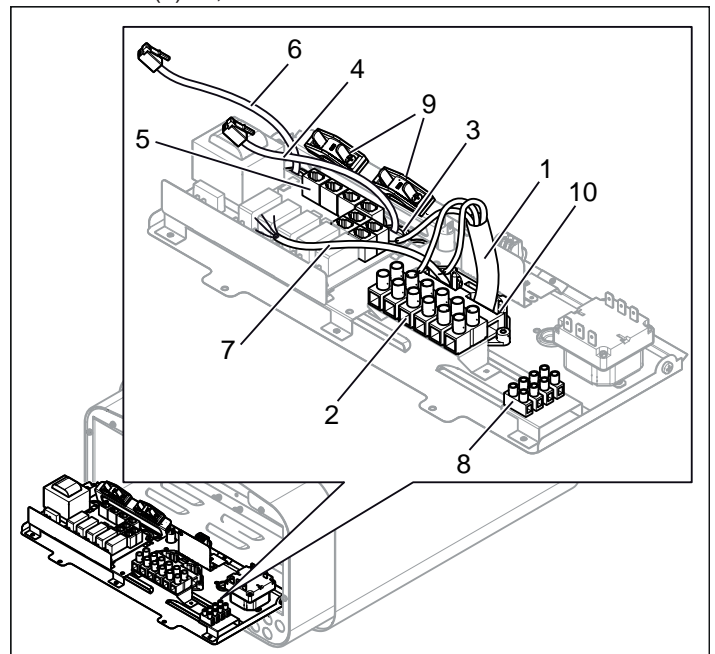
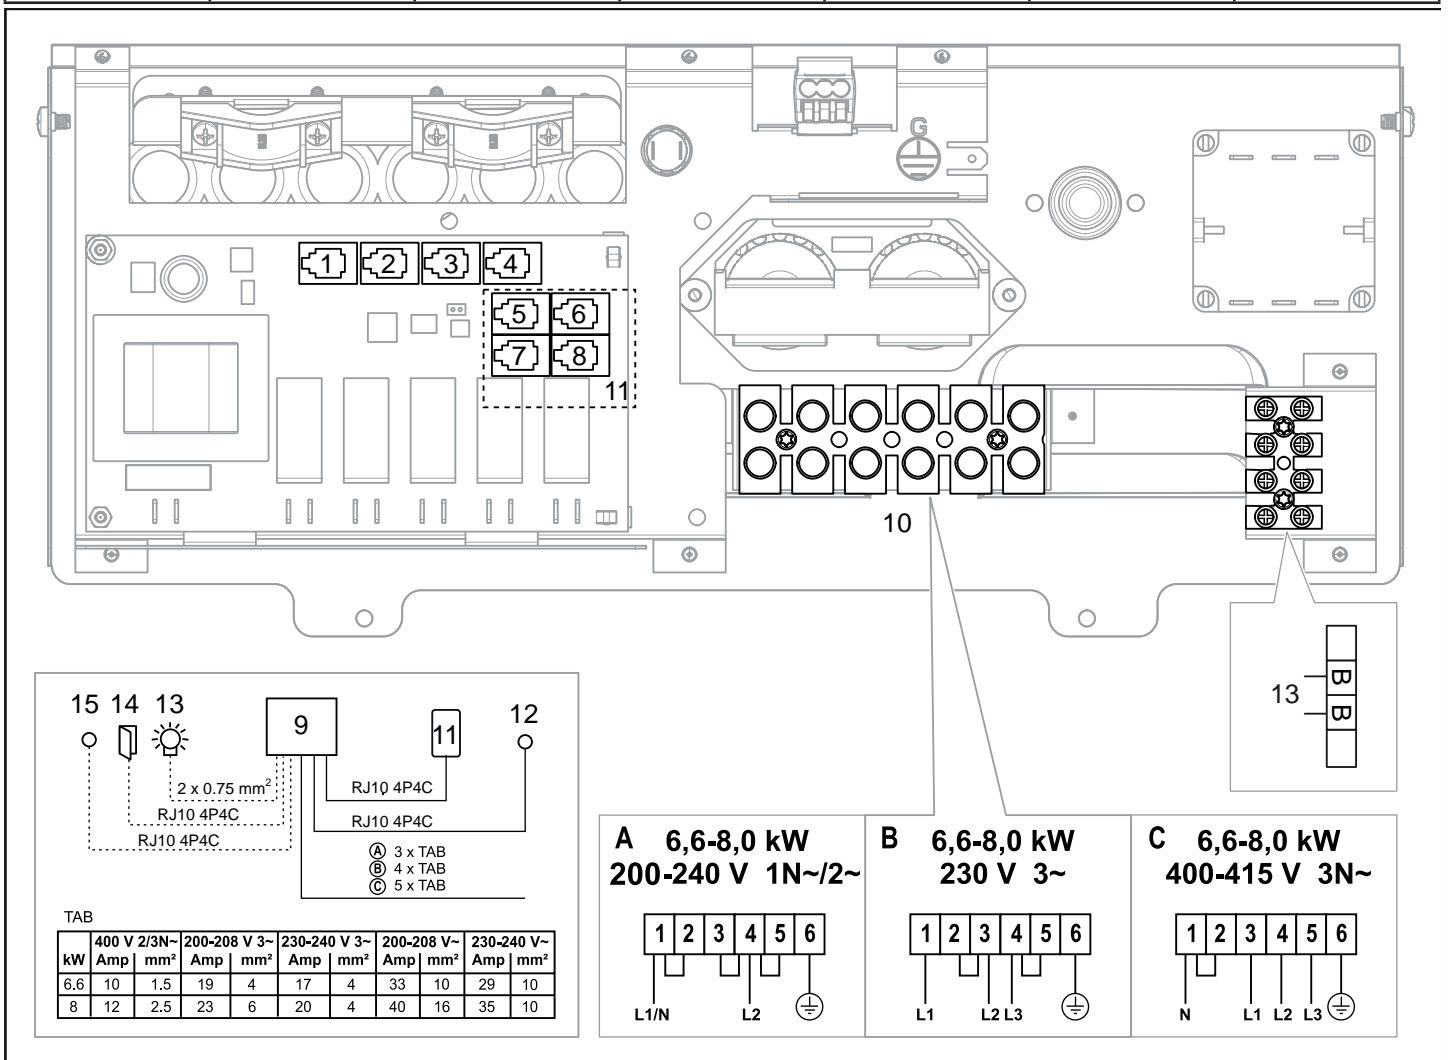

Abb. 8: Platine
Abb. 16: Schaltplan
3. Schließen Sie das Stromkabel (1) gemäß dem Schaltplan, siehe Abschnitt „Anschluss/Schaltplan“, Seite 17, an die Klemme (2) an, siehe Abb. 8.
4. Ziehen Sie die Kabel für die Steuerung und den Temperatursensor durch die Kabeldurchführungen (3). Schließen Sie das Kabel (4) der Steuerung gemäß dem Schaltplan, siehe Abschnitt „Anschluss/Schaltplan“, Seite 17, an eine der vier RS485-Buchsen (Position 5-8) (5) an, siehe Abb. 8.
- Schließen Sie das Kabel (6) des Sensors gemäß dem Schaltplan, siehe Abschnitt „Anschluss/Schaltplan“, Seite 17, an die NTC-Buchse der Platine (Position 1) (5) an, siehe Abschnitt „Anschluss/Schaltplan“, Seite 17.
- Schließen Sie gegebenenfalls das Kabel für die Beleuchtung (7), siehe Abb. 8, Seite 15, gemäß dem Schaltplan, siehe Abb. 16, Seite 17, an die Klemme (8) an.
Bei Anschluss an Spannungen oder Phasen, die nicht im Schaltplan Abb. 16 verzeichnet sind, wenden Sie sich an den Tyllö-Kundenservice.